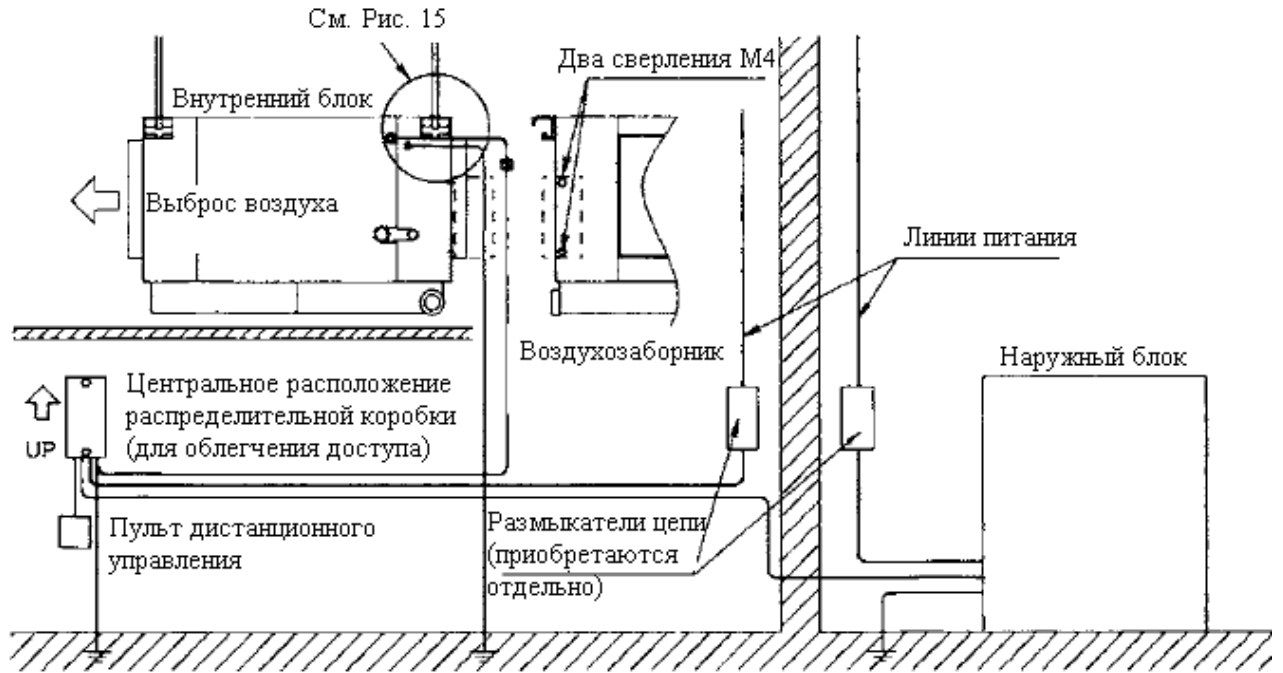

Рис. 14
- Распределительная коробка должна быть установлена в легко доступном месте (см. Рис. 14), не окруженном посторонними предметами. Если поблизости от блока такого места нет, распределительную коробку можно установить на внутреннем блоке, со стороны воздухозаборника, для чего служат два отверстия на его боковой панели.